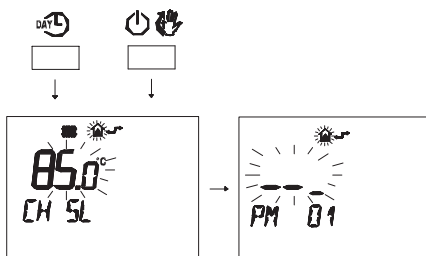

Figura 5.44
- Pulse simultáneamente los botones **DAYL** y **PM** para entrar en la modalidad de programación transparente (Figura 5.44).